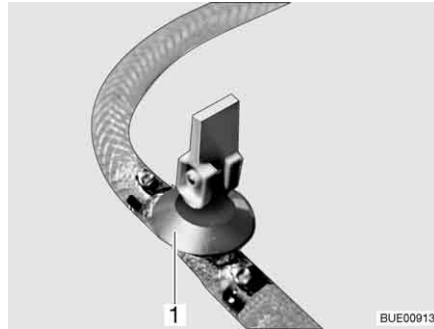

Fig. 129 Robinet de vidange
- Fermer le(s) robinet(s) de vidange. Placer le levier à bascule (Fig. 129,1) en position horizontale.
- Ouvrir le(s) robinet(s) de vidange (Fig. 129). Pour cela, placer le levier à bascule (Fig. 129,1) en position verticale. Le chauffe-eau se vide à l'extérieur.